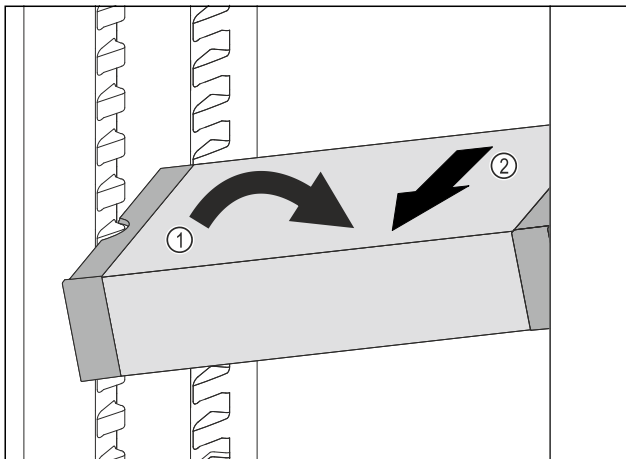

Fig. 62
- ▶ Наклонете VarioSafe в хладилната част. Fig. 62 (1)
- ▶ Извадете VarioSafe напред. Fig. 62 (2)